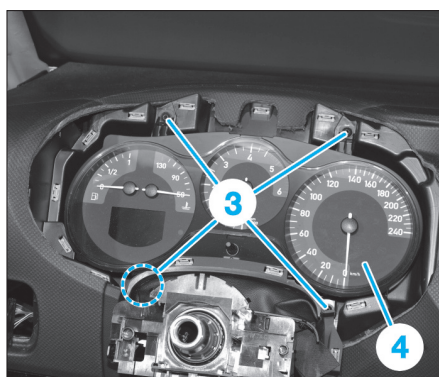

Fig. 29
- Déposer les vis (3) de fixation de porte-instruments (Fig.29).